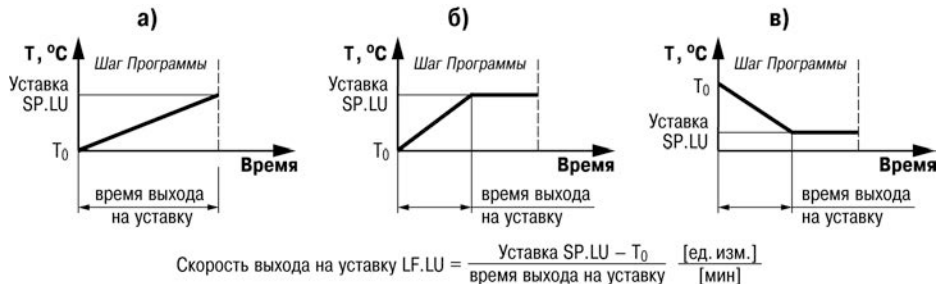

Рисунок 3.11 – Задание скорости выхода на Уставку
- в течение всего Шага (см. рисунок 3.11, а);
- в течение части Шага – до достижения **Значения уставки**, далее осуществляется поддержание достигнутого значения Уставки (см. рисунок 3.11, б, в).